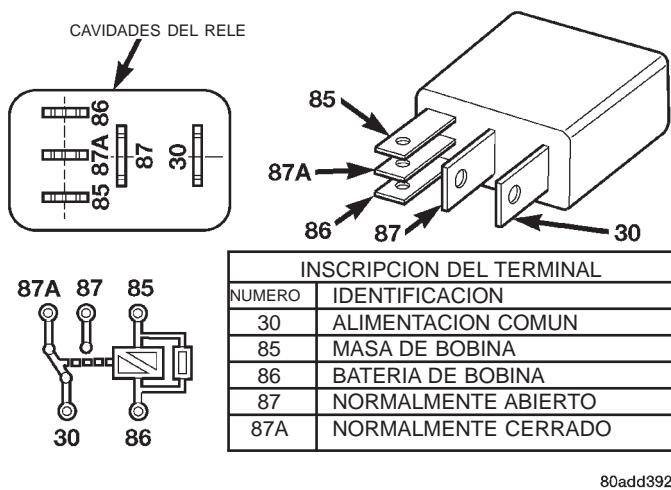

Fig. 11 Relé tipo 2
(15) Si está equipado con el **relé tipo 2** (Fig. 11), fije los cables de prueba del adaptador LCS dentro de las cavidades número 30 y 87 del relé del PDC. Para informarse sobre la localización de estas cavidades, consulte los números estampados en la parte inferior del relé (Fig. 11).